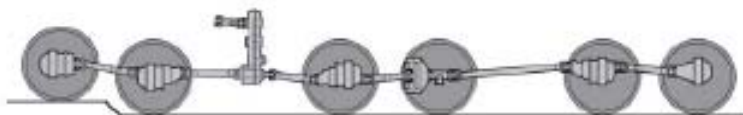

图 1
- 1、 在车辆行走时，控制悬挂，改善通过性能(图 1， 2);